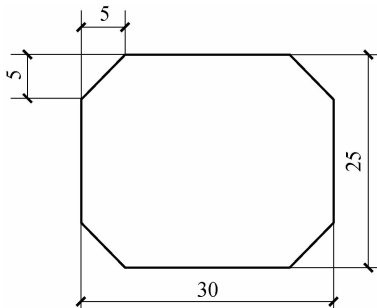

图 3-7 倒角矩形
(1)倒角(C):用于绘制一个带有倒角的矩形。例如,绘制如图 3-7 所示的矩形。